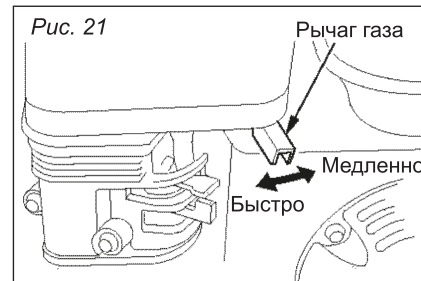

Рис. 21
Переместите выключатель зажигания в положение «Запуск» (ON), выжмите и удерживайте рычаг на рукоятке управления (рис. 21).